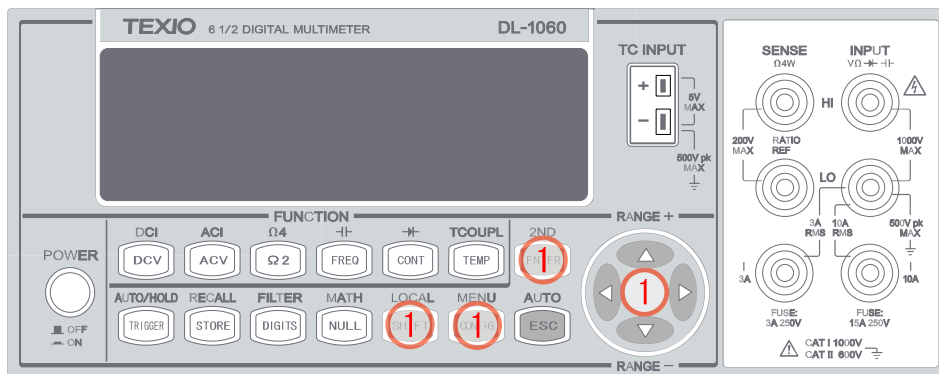

図 3-35
- ① <◀▶>、ENTER ボタン等を使い、MENU (SHIFT+CONFIG) > TRIG SYS > READ HOLD の順で操作し、0.01% / 0.1% / 1.0% / 10.0% から感度を選択します。ENTER ボタンを押して値を決定します。
- 使用するボタンを図 3-35 に示します。